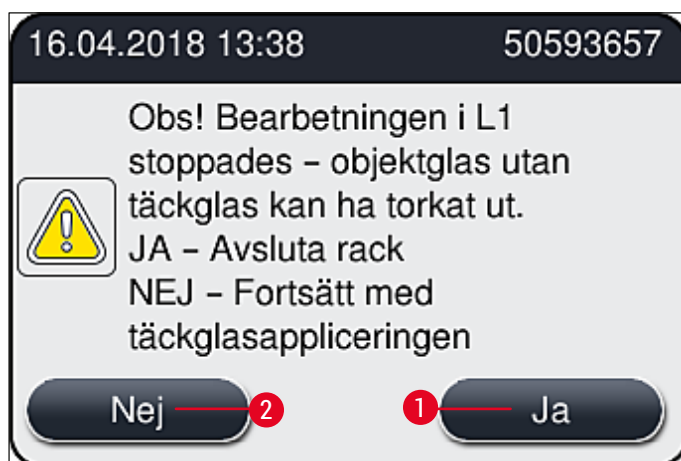

Bild 112
9. Instrumentets programvara gör en skanning av fyllnadsnivån. När kontrollen är klar får användaren ett informationsmeddelande (→ Bild 112).